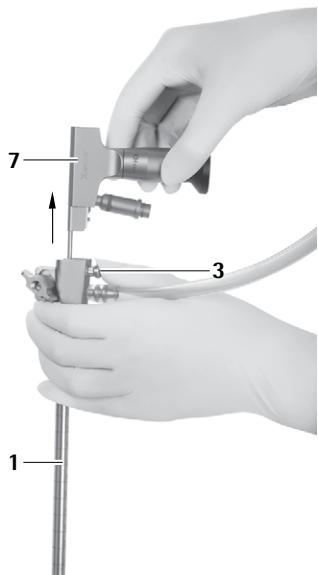

Fig. 11
- Premir o botão de desbloqueio 3 e retirar o endoscópio 5 do trocarte MINOP InVent 1, ver Fig. 11.